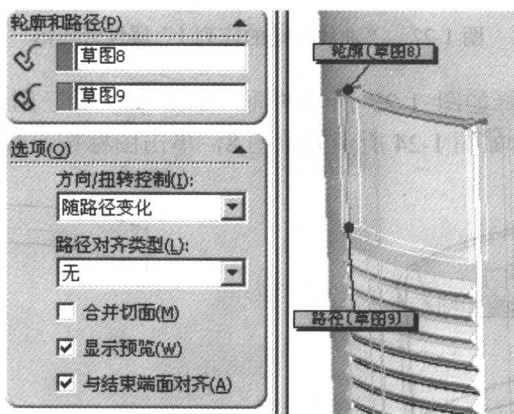

图 1-27 “扫描切除 1”属性管理器
(11) 切除-扫描 1。单击特征工具栏上的“扫描切除”图标按钮或单击菜单“插入”→“切除”→“扫描”，弹出“扫描切除 1”属性管理器，在绘图区和属性管理器中选择和设置各参数，如图 1-27 所示，单击“确定”图标按钮.